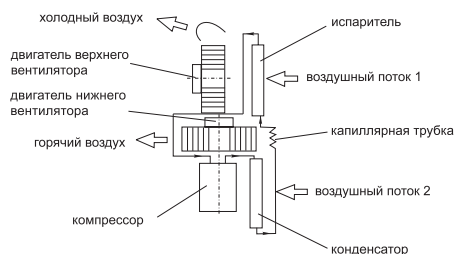

Рис. 2.2
2.2.1 Схема охлаждения воздуха в кондиционере AP-09C, AP-12C (рис. 2.2)